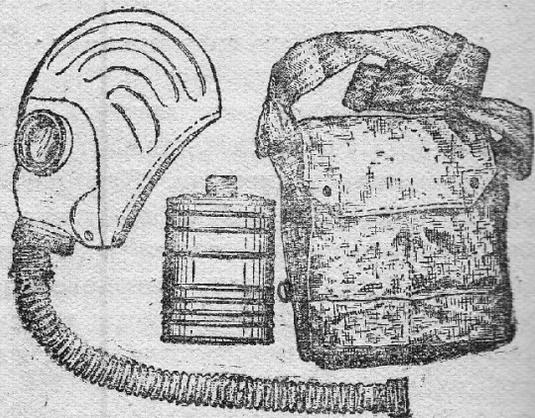

Рис. 1. Основные части противогаза: лицевая часть ШМ-1 с клапанной коробкой и гофрированной трубкой, респираторная коробка и сумка
2. Противогаз состоит из трех основных частей (рис. 1): 1) респираторной (противогазовой) коробки; 2) лицевой части (маски или шлема-маски) с клапанной коробкой и гофри-